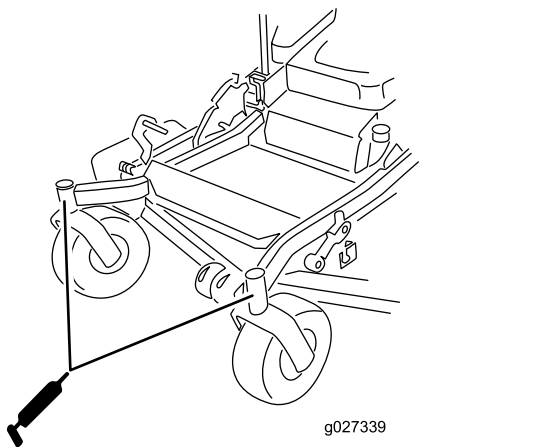

Figure 42
10. Remettez le bouchon hexagonal et le capuchon protecteur en place (Figure 42).
11. Graissez les roulements des roues pivotantes (Figure 42).